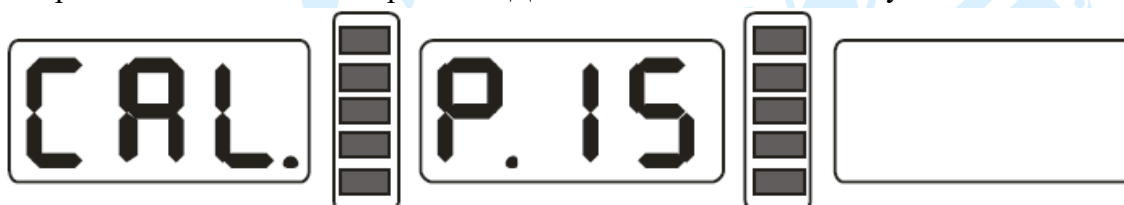

Рис. 8-2
2) Установите измерительную линейку на позицию 0 (ноль), нажмите кнопку ALU. На дисплее отобразятся значения как на рис. 8-2. Для выхода нажмите кнопку STOP либо C.